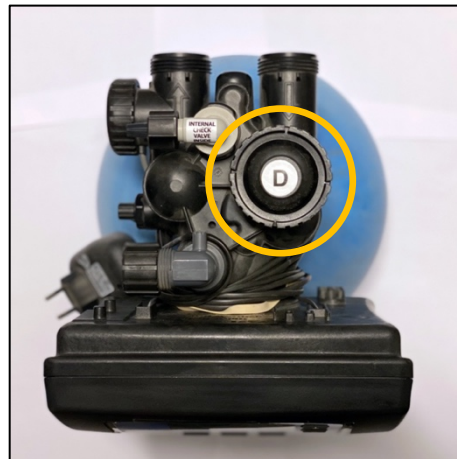

Bild 2
7. Dra **försiktigt** upp injektorn med hjälp av en polygrip. Se bild 2 för injektorns placering.